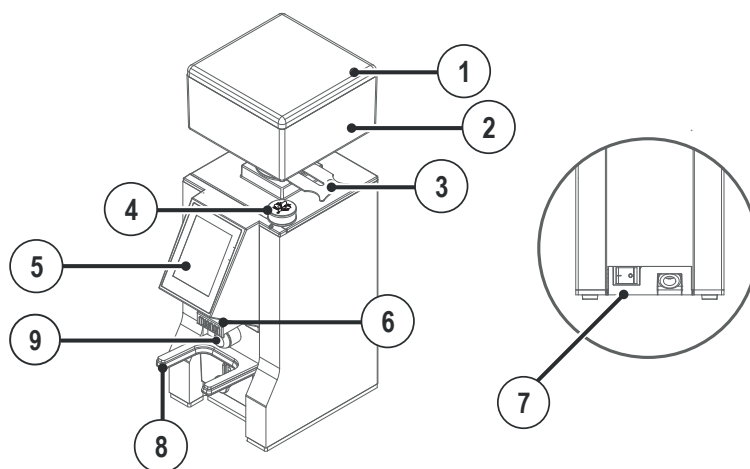
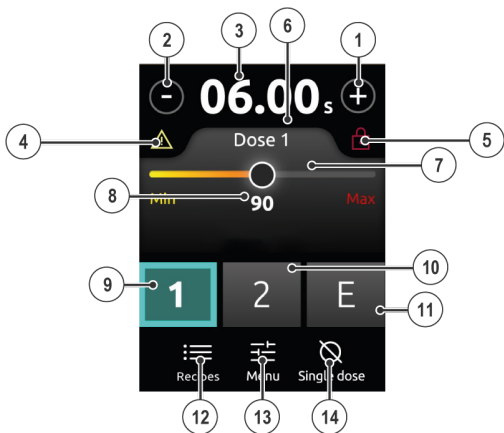

Fig. 5.1 - Descripción del aparato
Fig. 5.2 - Pantalla principal
Para las piezas del aparato, véase Fig. 5.1.
Para la descripción de la pantalla, consulte. Fig. 5.2
Girando el mando, se puede visualizar en la pantalla principal la distancia entre los molinos asociada al tipo de molienda seleccionada (8 - Fig. 5-2).
- Coloque el interruptor en la posición de encendido (7 Fig. 5.1).
- Seleccione la dosis que se ha de dispensar utilizando los botones correspondientes (9,10, 11, - Fig. 5.2).
- Coloque el vaso del porta filtro en la horquilla (8 - Fig. 5.1), procurando que el porta filtro quede precisamente debajo de la boquilla dispensadora (6 - Fig. 5.1).
- Pulse otra vez el botón de dosis seleccionado o el botón frontal (9,10, 11, - Fig. 5.2) (9 Fig. 5.1).
En la condición de parada, el tiempo de molienda en la pantalla (3 - Fig. 5.2) parpadea.
Para restablecer la duración de las dosis a su valor inicial, pulse durante 2 segundos el tiempo de molienda parpadeante (3 - Fig. 5.2).
A través de la pantalla principal (Fig. 5.2), se puede acceder a las funciones siguientes.
Para disminuir o aumentar la dosis seleccionada, pulse los botones + y - de la pantalla principal (1, 2 - Fig. 5.2). La variación por cada dosis es de 0,1 segundos.
Para realizar una variación progresiva de la duración de la dosis con tendencia creciente, mantenga pulsado uno de los dos botones + o - (1, 2 - Fig. 5.2).
Para bloquear la regulación de la duración de las dosis, pulse simultáneamente + y - (1, 2 - Fig. 5.2) durante 2 segundos. Si el ajuste del tiempo de dosificación está bloqueado, en la pantalla aparece el icono  (5 - Fig. 5.2) y los botones + y - (1, 2 - Fig. 5.2) quedan inactivos.
Para desbloquear la regulación de la duración de las dosis, pulse simultáneamente + y - (1, 2 - Fig. 5.2) durante 2 segundos.
Para seleccionar la dosis que se quieren regular, pulse los botones 1, 2, E (9,10, 11 - Fig. 5.2).